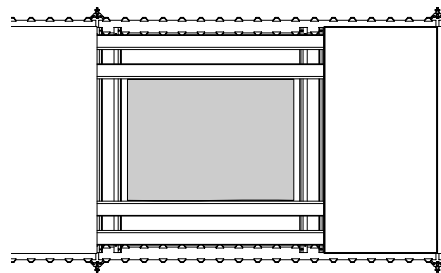

Fig. A5.05
- horizontalement, transversalement à la poutrelle de rive SRT. (Fig. A5.05 + A5.06)